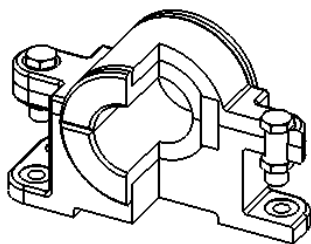

图 4.6.19 插入模型视图
(1) 选择下拉菜单 **文件(F)** → **新建(N)...** 命令，系统弹出“新建 SOLIDWORKS 文件”对话框。
(2) 单击 **高级** 按钮，在“新建 SOLIDWORKS 文件”对话框的 **模板** 选项卡中选择“gb_a3”工程图模板，单击 **确定** 按钮，在图形区左侧显示“模型视图”对话框（一）。
Step6. 插入模型视图。在“模型视图”对话框（一） **要插入的零件/装配体(E)** 区域的 **打开文档:** 区域中双击 **bearing_unit** 选项，在“模型视图”对话框（二）的 **方向(O)** 区域中单击“等轴测”按钮 ，然后在图形区合适的位置单击来放置视图，结果如图 4.6.19 所示。